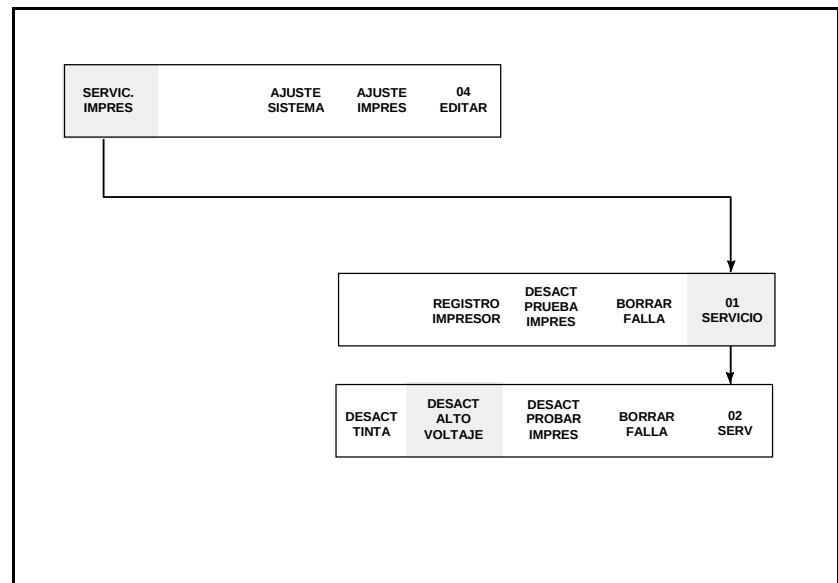

Figura 5-9. Acceso al Marco <02 SERVICIO>
1. Comience en el Marco <02 SERVICIO>. Vea la Figura 5-9.